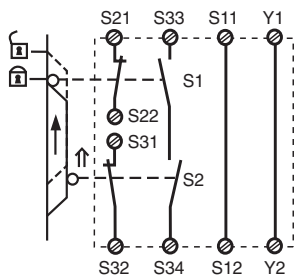

Fig. 8: control de puerta de protección bicanal, rearme automático/comando riparo mobile bicinale, start automatico/Tweekanalige hekbewaking, automatische start
- Fig. 8: simultaneidad: 120 ms
- Fig. 8: Simultaneità: 120 ms
- Afb. 8: Gelijkijdigheid: 120 ms